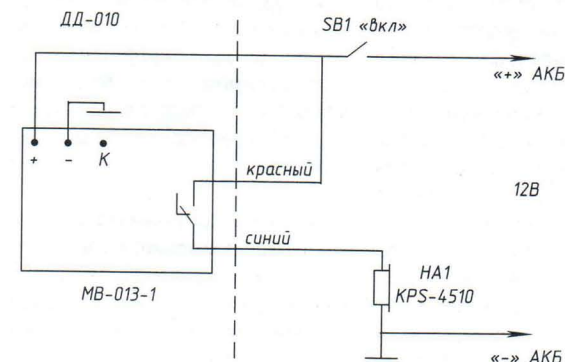

Рис. 1. Схема подключений датчика движения ДД-010 к электрическим цепям автомобиля
2. К нормально разомкнутым контактам исполнительного реле припаять проводники, включённые в разрыв электрической цепи от АКБ к звуковому излучателю с встроенным генератором КР1-4332 или аналогичному (см. схему подключения на рис. 1).